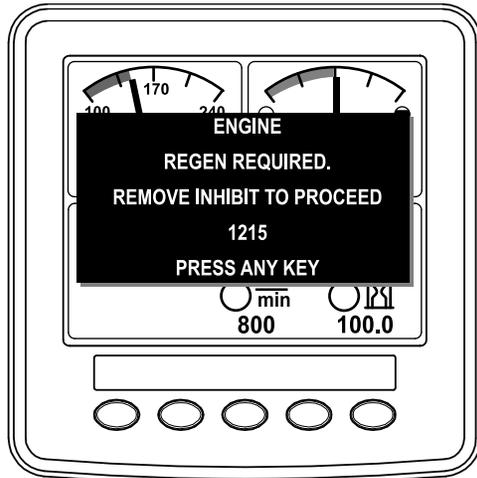

Figure 14
**Remarque:** Si l'option INHIBIT REGEN est à ON, l'InfoCenter affiche ADVISORY #1215 (avis n° 185) (Figure 14). Appuyez sur un bouton pour faire passer l'option d'interdiction de régénération à OFF (désactivée) et poursuivez la procédure de régénération commandée.